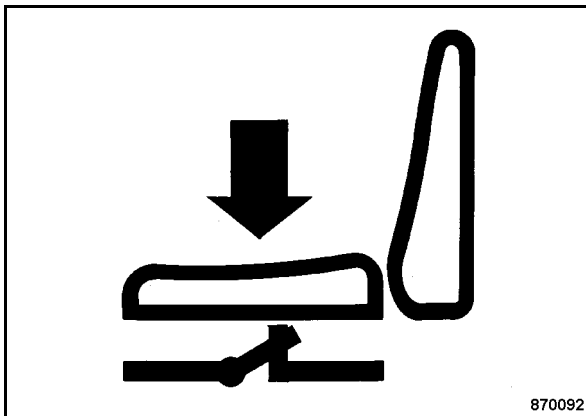

fig. 40
- S'installer sur le siège conducteur (fig. 40) et, le cas échéant, abaisser l'accoudeur.